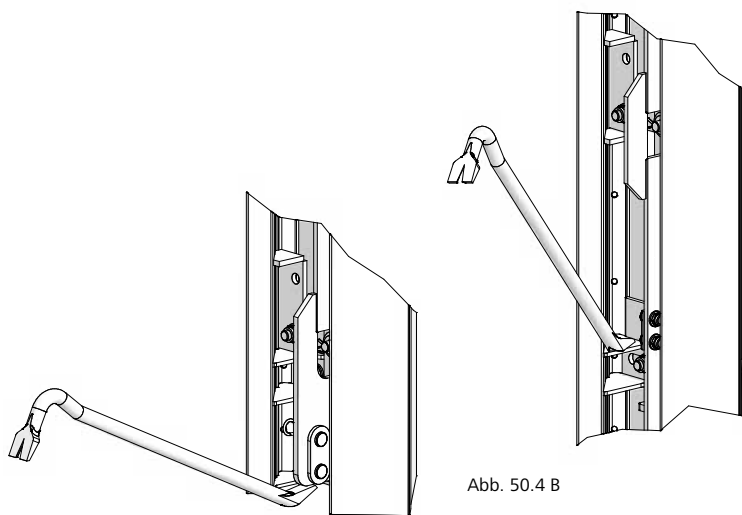
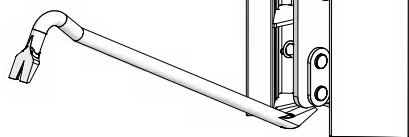

Abb. 50.4 B
Abb. 50.3 A
4. Ausschalecke wird mit dem Hebeisen aktiviert. Die Kniehebelstange wird dabei per Hebeisen nach oben gedrückt. Das Hebeisen kann unten am Punkt A (Abb. 50.3 A) oder in der Mitte bei Punkt B (Abb. 50.4 B) angesetzt werden. Dadurch wird die Schalung ohne Kraftaufwand von der Betonoberfläche gelöst.